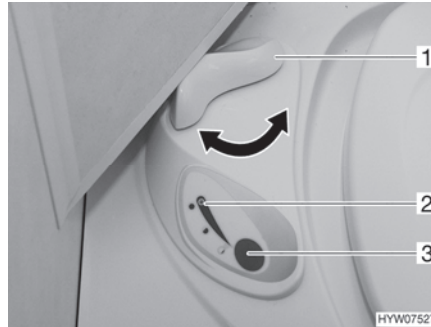

Bild 172 Bedieneinheit Thetford-Toilette
- Vor dem Spülen den Schieber der Thetford-Toilette öffnen. Dazu den Schieberhebel (Bild 172,1) entgegen dem Uhrzeigersinn drehen.
- Zum Spülen den blauen Spülknopf (Bild 172,3) drücken.
- Nach dem Spülen den Schieber schließen. Dazu den Schieberhebel (Bild 172,1) im Uhrzeigersinn drehen.
Die Kontroll-Leuchte (Bild 172,2) leuchtet, wenn die Thetford-Kassette entleert werden muss.